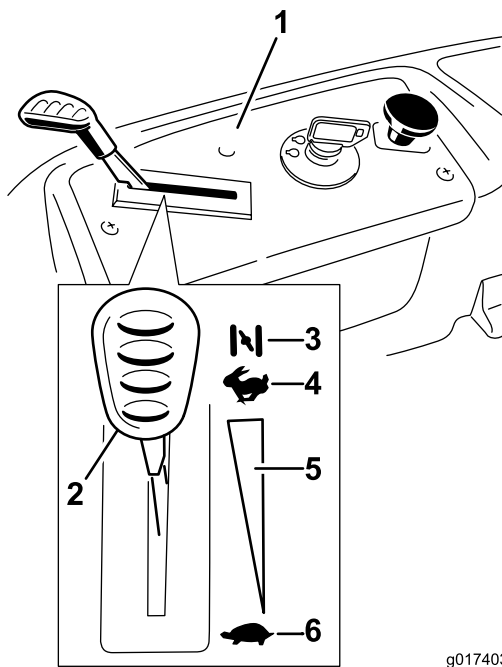

Figure 12
3. Placez la commande d'accélérateur en position Starter pour démarrer à froid (Figure 12).
2. Placez la manette d'accélérateur en position Haut régime (Figure 12).